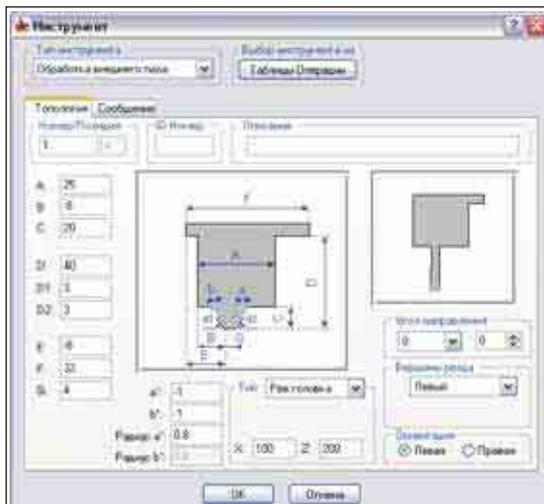

Рис. 14
**Шаг 4.** Для определения обрабатываемого инструмента выбирается ЛКМ команда *Выбор* в рабочей зоне *Инструмент*. В диалоговом окне *Выбор инструментов в переход* задается необходимый инструмент. Для этого можно использовать команду *Добавить токарный* (с последующим определением типа и заданием геометрических параметров инструмента), или команду *Импорт* для выбора инструмента из таблицы. В нашем случае инструмент выбирается из таблицы инструмента, установленной на первом шаге как текущая таблица операции (рис. 14).